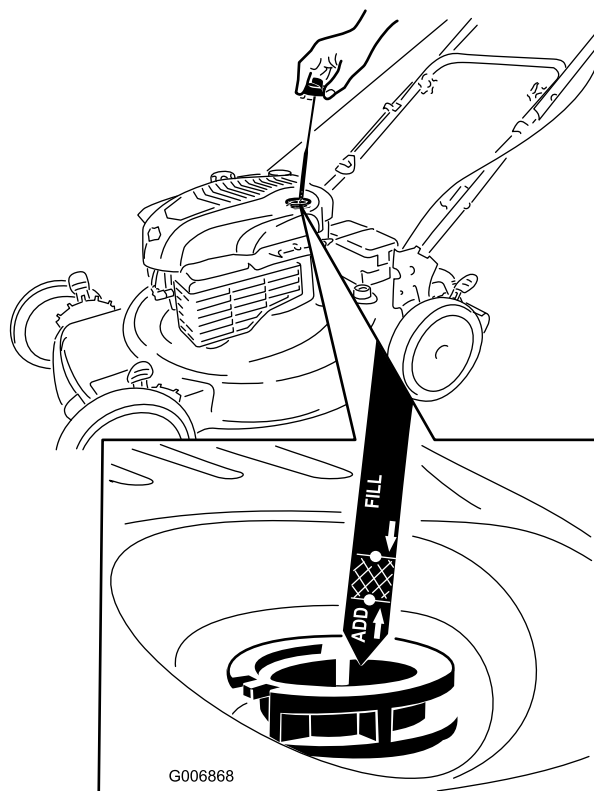

Figure 11
1. Retirez la jauge, essuyez-la sur un chiffon et remettez-la dans le goulot de remplissage (Figure 11).
2. Sortez de nouveau la jauge et contrôlez le niveau d'huile (Figure 11). Si le niveau n'atteint pas le repère **minimum** (Add) de la jauge, versez **lentement** suffisamment d'huile dans le goulot de remplissage pour faire monter le niveau au repère **maximum** (Full). **Ne remplissez pas excessivement.** (Remplissage max. : 0,59 l, type : huile détergente SAE 30 de classe de service API SF, SG, SH, SJ, SL ou supérieure.)